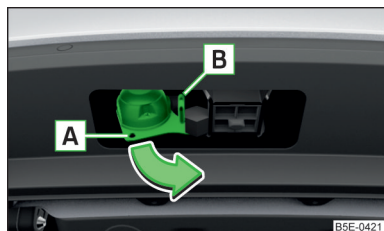

Fig. 308
- Agarrar el enchufe de 13 polos en el área **A** y girarlo en el sentido de la flecha » fig. 308.
- Abrir la tapa del enchufe y conectar el conector del remolque (del accesorio) en el conector de 13 polos **A** » fig. 308. (Si el remolque/accesorio dispone de un conector de 7 polos, usar un adaptador de los accesorios originales de ŠKODA).